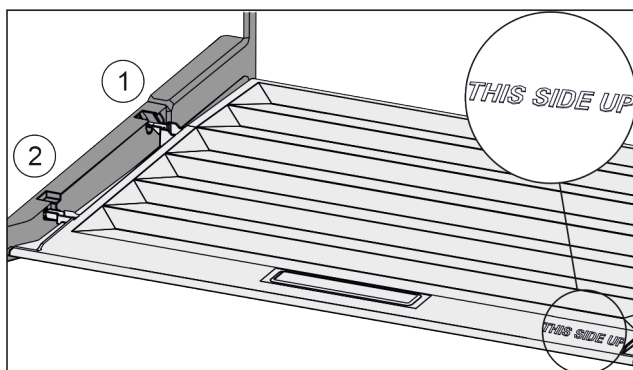

Fig. 85
- ▶ Sätt in lockbygeln över öppningen för den bakre hållaren Fig. 85 (1) och fäst den framtill i hållaren Fig. 85 (2).